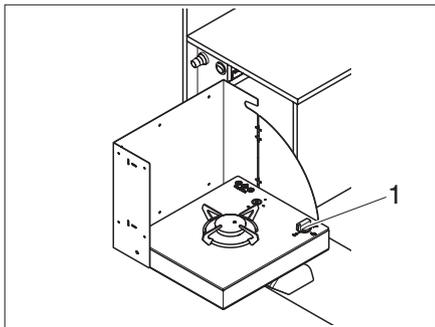

Fig. 77 Pomello girevole
- ▶ Ruotare il pomello girevole (Fig. 77,1) in posizione accesa (fiamma alta).
- ▶ Premere il pomello girevole (Fig. 77,1) e mantenerlo premuto.
- ▶ Dopo l'accensione della fiamma tenere premuto il pomello girevole (Fig. 77,1) per ca. 10 - 15 secondi, fino a quando la valvola di sicurezza non riesce ad alimentare da sola il gas.
- ▶ Ruotare il pomello girevole (Fig. 77,1) sulla posizione 0. La fiamma si spegne.